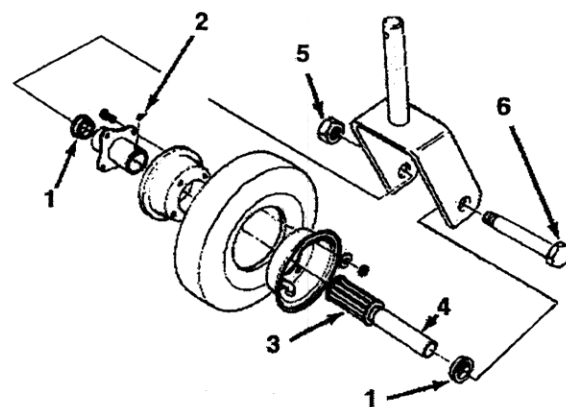

Figure 4
1. Enlever le contre-écrou du boulon à tête qui fixe l'ensemble roue pivotante entre la fourche (Fig. 4). Tenir la roue et retirer le boulon à tête de la fourche.
Nota: tenir compte des deux anneaux de retenue du roulement (Fig.4).
2. Incliner la roue pour faire tomber le roulement et le manchon entretoise (Fig. 4).
6. Pomper encore de la graisse par le graisseur de la roue (Fig. 4), jusqu'à ce que le roulement soit bien graissé.